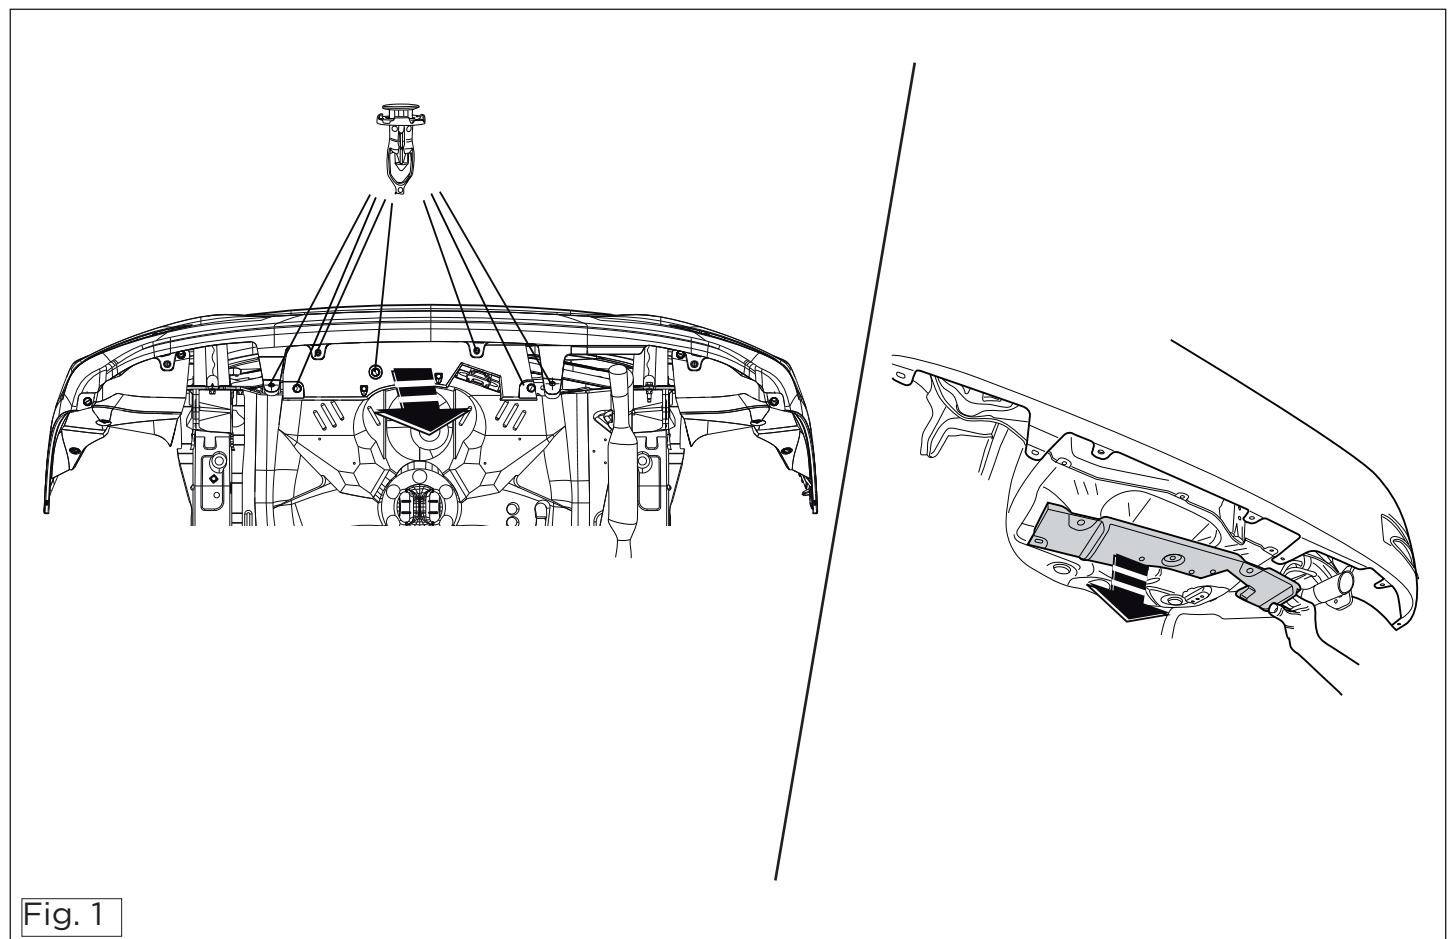

Fig. 1
1. Remove the part indicated. See figure 1.
1. Den angegebenen Teil abmontieren. Siehe Abbildung 1.
1. Démonter la partie indiquée. Voir la figure 1.